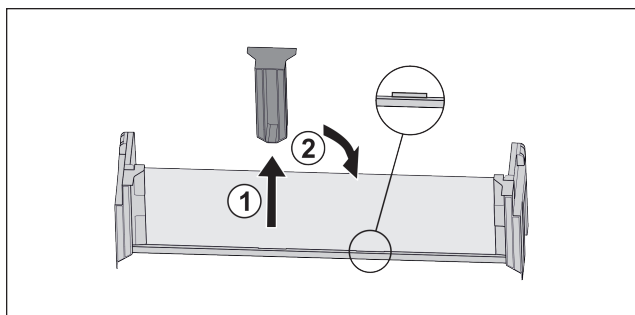

Fig. 17
- Stiahnite stredný prídružný diel Fig. 17 (1).
- Nasad'te stredný prídružný diel do druhej pozície Fig. 17 (2).